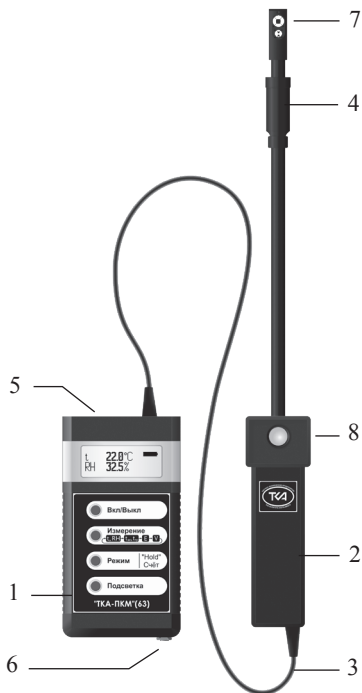

Рис.1 Внешний вид прибора “ТКА-ПКМ”(63)
5.1 Приборы комбинированные выпускаются в компактном портативном исполнении. Конструктивно прибор состоит из двух функциональных блоков: измерительной головки (ИГ) и блока обработки информации (БОИ), связанных между собой гибким многожильным кабелем (Рис. 1).
Для связи с ПК в приборе установлен разъём USB (опционально RS232) (5, на Рис.1).
6.2.1.1 Включите прибор. Перед началом работы убедитесь в работоспособности элемента питания (аккумулятора). Если после включения прибора на дисплее появится надпись “РАЗРЯД БАТАРЕИ!”, нужно зарядить аккумулятор, для чего следует подключить к прибору через разъем на корпусе (6, Рис. 1) зарядное устройство и вставить его в сеть. Прибор необходимо выключить. Время заряда ~ 16 часов. Превышение времени заряда (до нескольких суток) не приводит к ухудшению работоспособности аккумулятора.